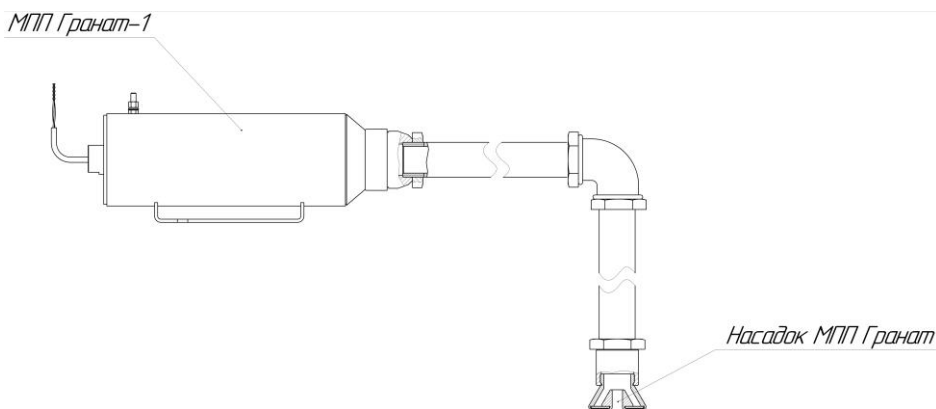

Рисунок 5 – Пример монтажной схемы направляющего трубопровода.
6.8 Монтаж направляющего трубопровода – в соответствии с проектной документацией для защищаемого объекта (рис.5). Допускается использование жесткого и/или гибкого трубопровода Ду = 20 мм. Присоединительные резьбы модуля и насадка-распылителя G 1.